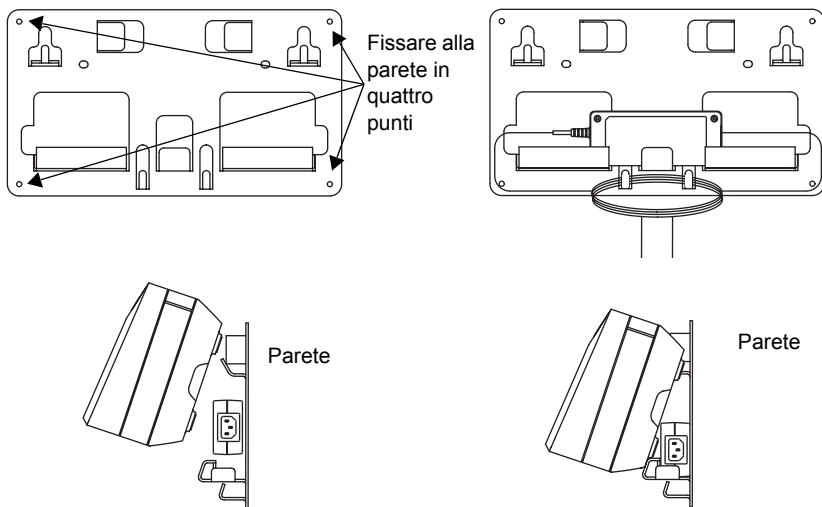

Figura 29: Montaggio del caricabatteria multiunità alla staffa a parete
4. Agganciare il caricabatteria multiunità alla staffa a parete come mostrato nella Figura 29.